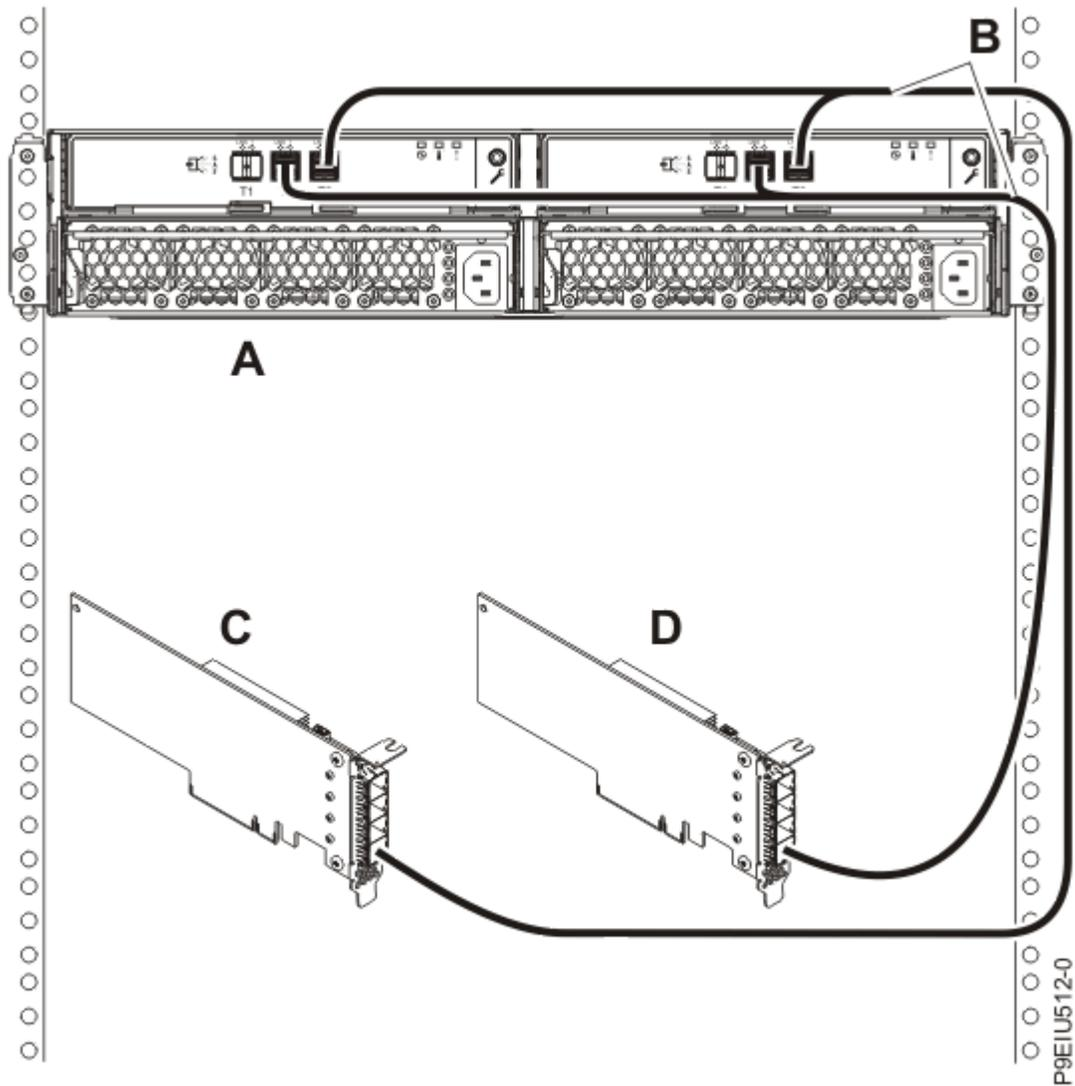

Abbildung 18. Modus 2-Anschluss einer ESLL- oder ESLS-Speichereinheit mit YO12-Kabeln an zwei unabhängige SAS-Adapter (FC EJ0J, FC EJ0K oder FC EJ0M)
18. Schließen Sie ein Gehäuse im Modus 2 (**A**) mit YO12-Kabeln (**B**) an zwei unabhängige SAS-Adapter (**C** und **D**) (FC EJ0J, FC EJ0K oder FC EJ0M) an, wie in Abbildung 18 auf Seite 24 dargestellt. Fahren Sie anschließend mit „Kabel und Netzkabel anschließen und Abdeckungen installieren“ auf Seite 30 fort.